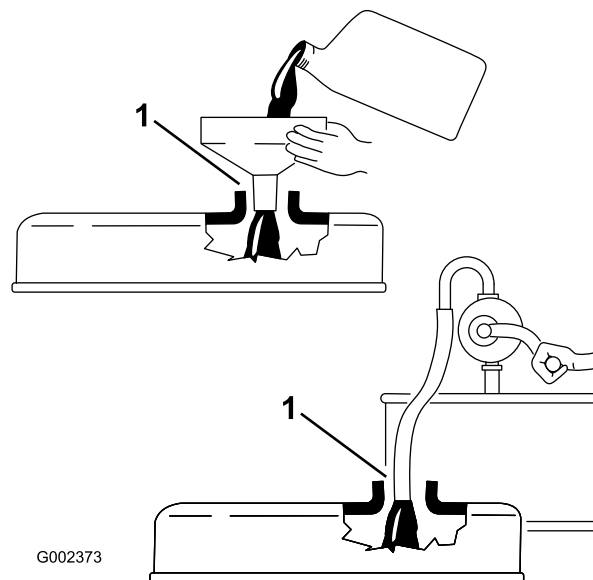

Figure 14
**Important:** Lorsque vous faites l'appoint ou le plein d'huile moteur, maintenez un espace entre le dispositif de remplissage et le trou de remplissage d'huile dans le couvre-culasse, comme montré à la Figure 14. Cet espace est nécessaire pour assurer l'aération pendant le remplissage et empêcher l'huile de déborder dans le reniflard.